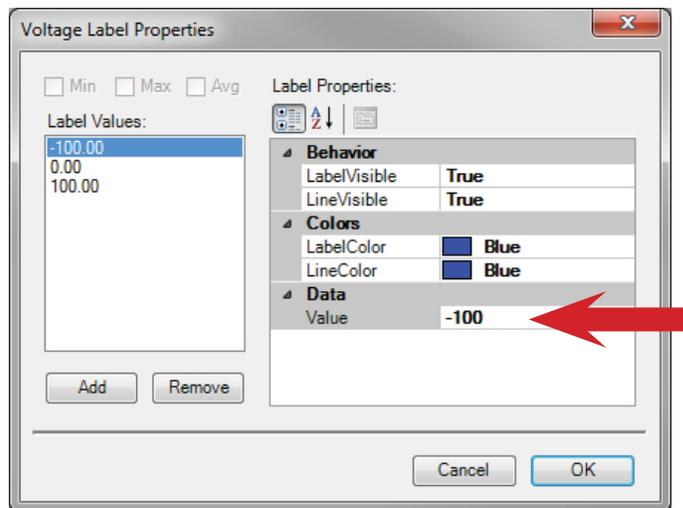

図 17: Data の枠内に任意の電圧値を入力してください。
9. 同様にValueの枠に-100を入力Colorメニュー から任意の色を選択してください。選択したらOKのボタンをクリックして下さい(図17参照)